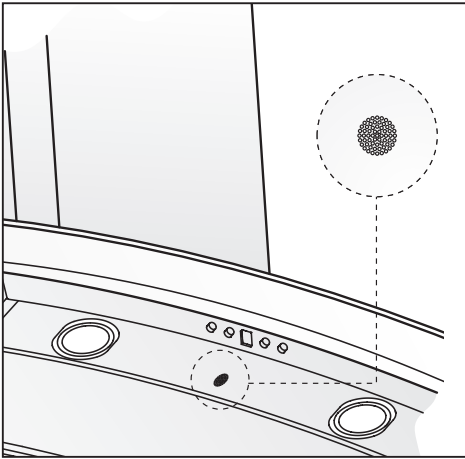

Fig.11
**Tasto B** = Accende l'apparecchio/Diminuisce la potenza di aspirazione del motore. Se la cappa è in 1° velocità la spegne. **Funzione aspirazione automatica:** Questa funzione permette all'apparecchio di modificare automaticamente la potenza di aspirazione del motore a seconda della qualità dell'aria sottostante. Questo può avvenire grazie al sensore posizionato nella parte inferiore della cappa (Fig. 11).